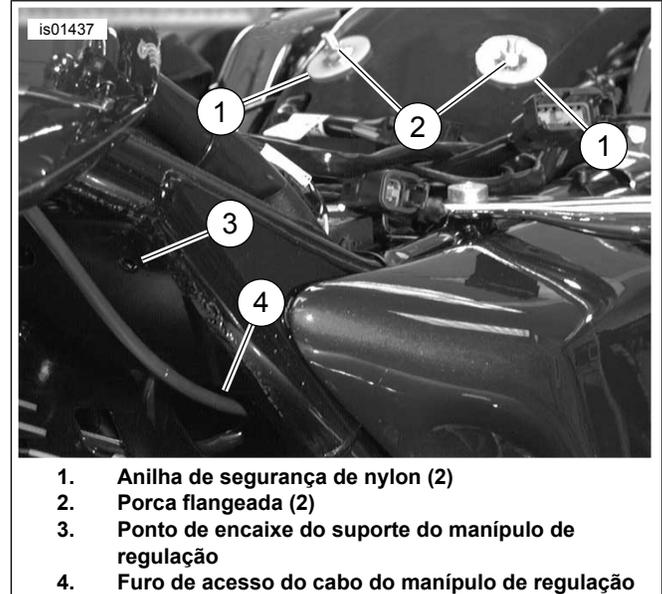

Figura 1. Retire as porcas flangeadas/localizador do suporte
3. Ver Figura 1. **Modelos de 1999 e posteriores:** se aplicável, retire as porcas flangeadas (2) no local indicado. Deixe as arruelas de retenção de nylon (1) no lugar. **Modelos de 1997-1998:** retire os parafusos.
3. Ver Figura 1 . Retire as porcas flangeadas (2). Deixe as arruelas de retenção de nylon (1) no lugar.
3. Ver Figura 1 . Se aplicável, retire as porcas flangeadas (2) no local indicado. Deixe as arruelas de retenção de nylon (1) no lugar.